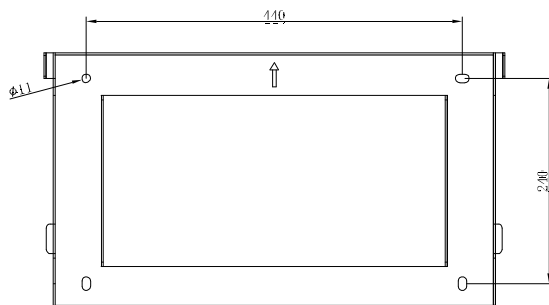
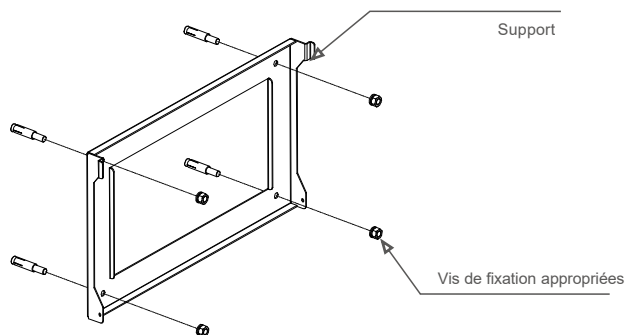

Figure 4.3 Montage mural de l'onduleur
Figure 4.4 Fixer le support au mur
Une fois qu'un emplacement approprié a été trouvé conformément à la section 4.1, montez le support mural au mur en utilisant la figure 4.3 et la figure 4.4.
A) Dénudez le manchon isolant du câble sur 70 mm, de sorte que le cuivre dénudé atteigne 13 mm. Passez le câble à travers l'écrou et le manchon de l'élément de douille, insérez les bornes correspondantes et serrez avec une clé Allen (voir Figure 4.4). Le couple est de 5 à 5 Nm.